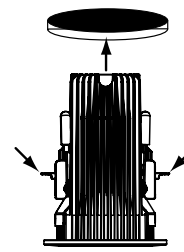

Figure 4
**Étape 5.** Insérez le module dans le plafond (Fig. 4). Chaque clip a un déclencheur (indiqué par des flèches à gauche et à droite dans la Figure 4), et appuiera lorsque le module sera inséré dans le plafond. Après la dépression des déclencheurs, les clips seront relâchés et appuyez sur le plafond, en maintenant le module en place (Fig. 5).